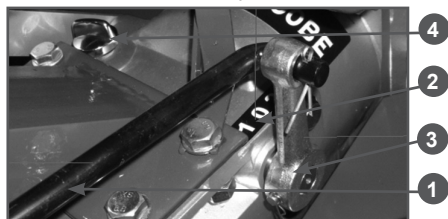

Рис. 13 Коробка передач мотоблока
Поместите мотоблок на ровную поверхность и выкрутите крышку-щуп (4) маслозаливной горловины на коробке передач (Рис. 13). Уровень масла должен быть по верхнюю метку на масляном щупе. Долейте масло, если уровень слишком низкий.
Номинальная скорость мотоблока на колесах на первой передней передаче до 5 км/ч, на второй – до 10 км/ч. Номинальная грузоподъемность 450 кг. Расположение коробки передач указано на Рис. 13.